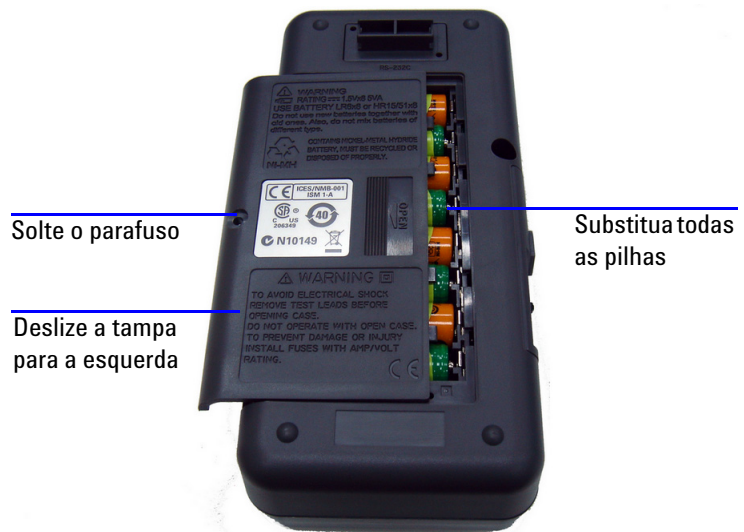

Figura 6-1 Substituição das pilhas
- 2 Deslize a tampa para a esquerda, puxe-a para cima e remova-a. Consulte a **Figura 6-1**.